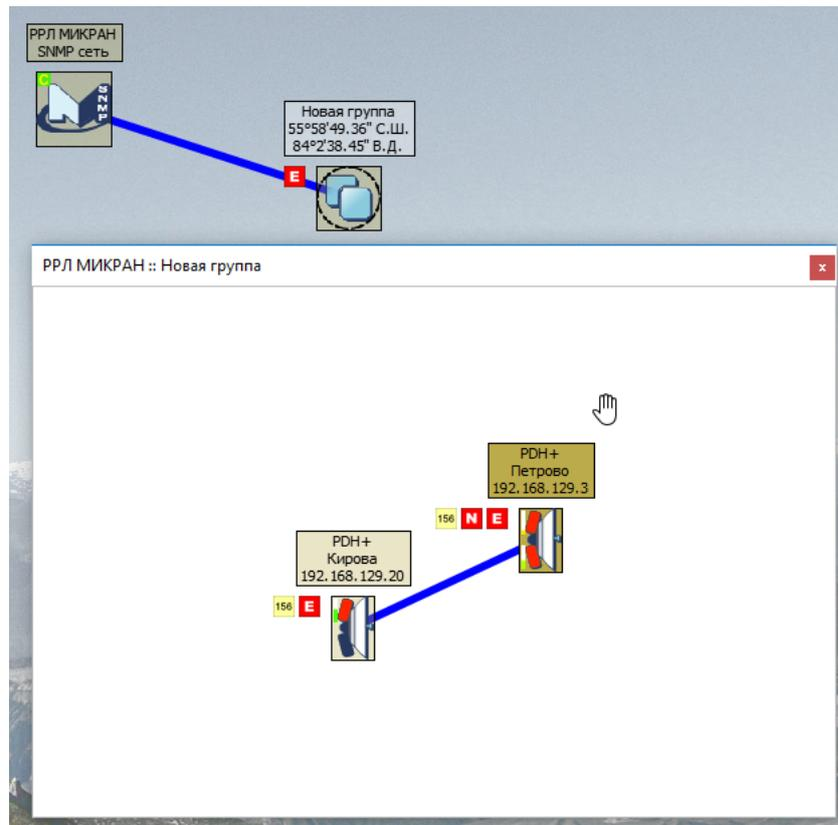

Рис. 83
6.5.7. Для *"свернутой"* группы доступен дополнительный пункт контекстного меню *"Состав группы"*, выбор которого откроет дополнительное диалоговое окно просмотра состава выбранной группы, как показано на рис. 83.